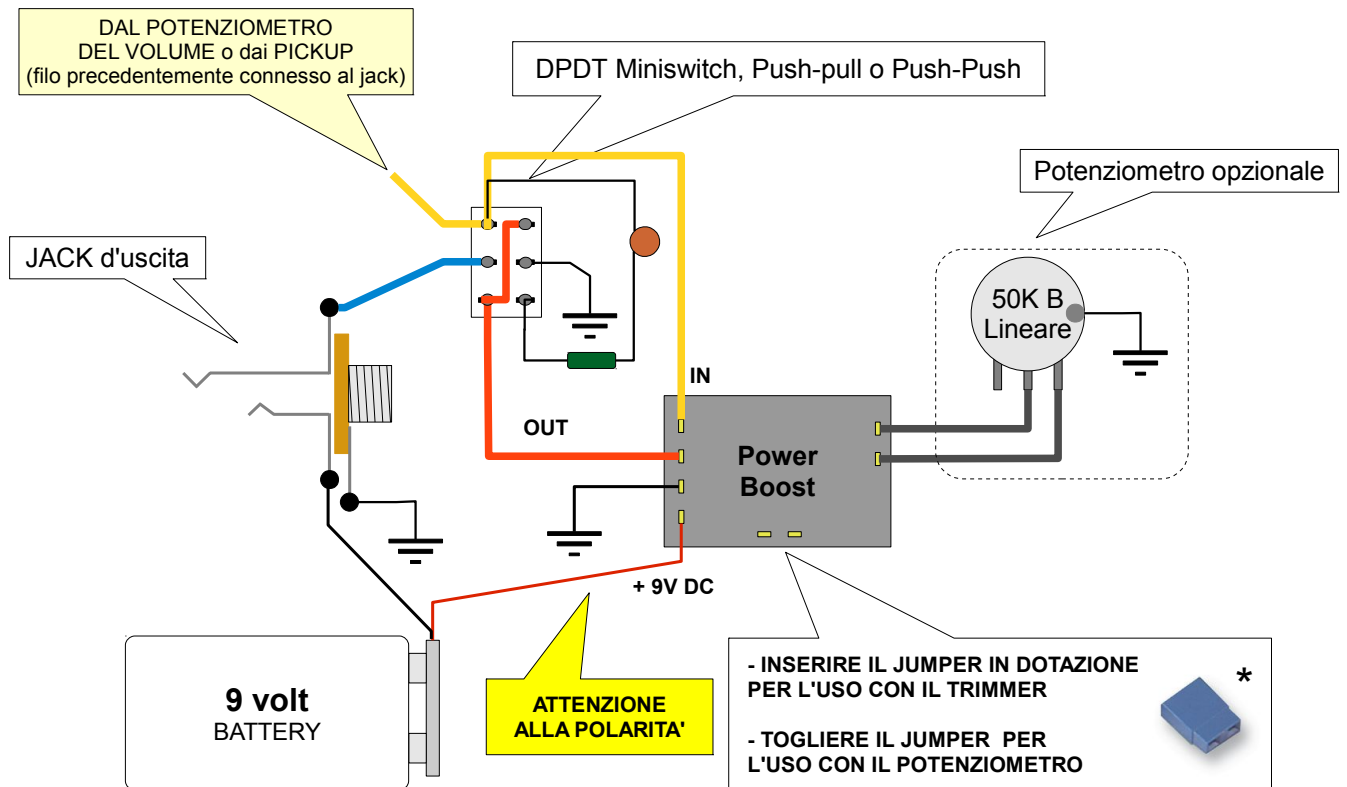

Fig. 1
• Quando viene impiegato il potenziometro è necessario togliere il jumper (in dotazione) per escludere il trimmer interno, come indicato in fig. 1 e 2. E' necessario isolare i due terminali del potenziometro con della guaina termo restringente se non utilizzati.
A) Il **Power Boost** è collegato in modo da amplificare l'intero segnale dello strumento. L'attivazione è possibile mediante l'impiego del commutatore (fig.1).